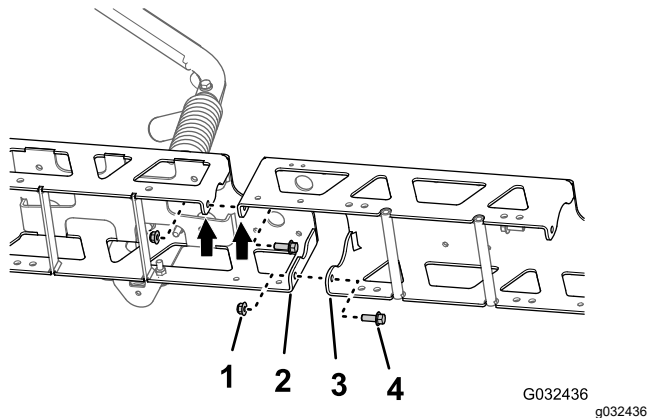

Figura 55
1. Alinee los orificios de las pestañas verticales de la extensión del brazo central con los orificios del tramo de celosía (Figura 55).
2. Sujete provisionalmente la extensión del brazo central al tramo de celosía (Figura 55) con los 2 pernos con arandela prensada ($\frac{3}{8}$ " x 1") y las 2 contratuercas con arandela prensada ($\frac{3}{8}$ ") que retiró en el paso 1 de Separación de los tramos de celosía de la sección de fumigación central (página 31).
3. Alinee los orificios de las pestañas verticales de la extensión del brazo central con los orificios del otro tramo de celosía (Figura 55).
4. Ensamble provisionalmente la extensión del brazo central al otro tramo de celosía (Figura 55) con los 2 pernos con arandela prensada ($\frac{3}{8}$ " x 1") y las 2 contratuercas con arandela prensada ($\frac{3}{8}$ ") del kit de acabado del sistema de fumigación GeoLink (Figura 55).